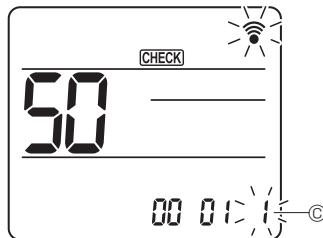

Fig. 6-22
- ④ Sélection du numéro de réglage
Utilisez la touche **↓** pour changer le numéro de réglage ⑥. (Fig. 6-22)